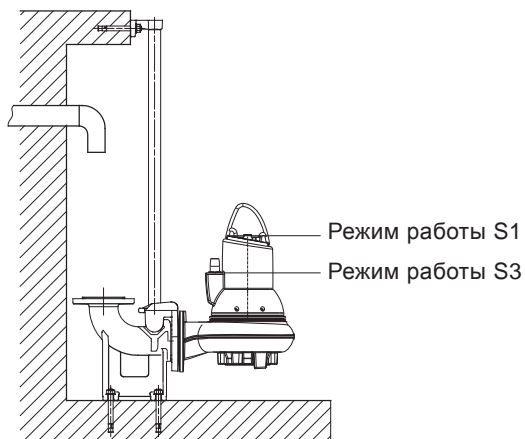
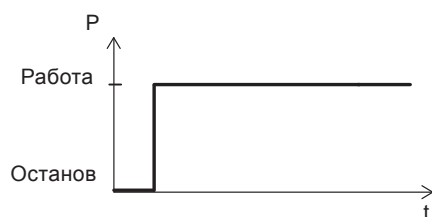

Рис. 12 Режимы работы насосов SL
Рис. 14 S1, непрерывный режим эксплуатации
- Режим S1 (непрерывная эксплуатация), насос должен быть постоянно погружен в перекачиваемую жидкость до верхней точки электродвигателя. См. рис. 12.
- Режим S3 (работа с перерывами), насос должен быть погружен в перекачиваемую жидкость до середины электродвигателя. См. рис. 12.
В этом режиме насос частично погружен в перекачиваемую жидкость, т.е. уровень жидкости должен быть не ниже верхней точки кабельного ввода на корпусе электродвигателя. См. рис. 12.
В данном режиме насос может работать непрерывно без остановки для охлаждения. См. рис. 14. При полном погружении насос достаточно охлаждается окружающей перекачиваемой жидкостью. См. рис. 12.